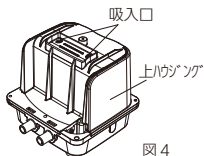

図4
- ⑤吸入口が塞がれていないか確認してください。(図4)
- ⑥上ハウジングのホコリを取り除いてください。